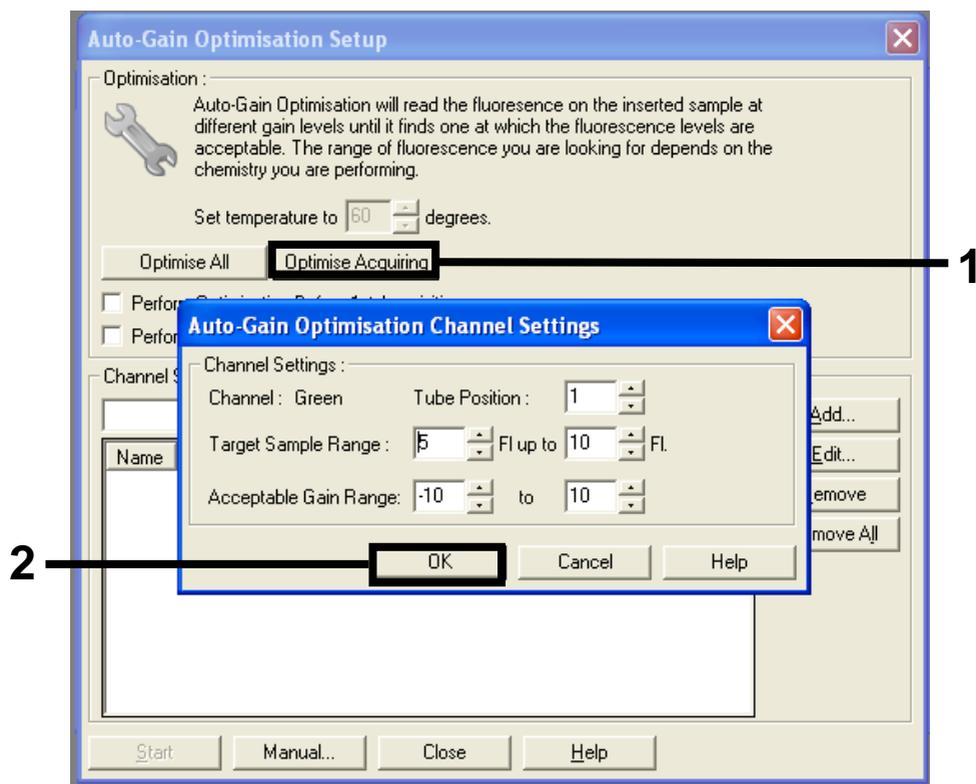

Figura 31. "Auto-gain Optimisation" (Otimização automática de ganho) do canal verde.
13. Clique em Optimise Acquiring (Otimizar aquisição). As configurações para cada canal são exibidas. Clique em OK para aceitar esses valores padrão. (Figura 31).